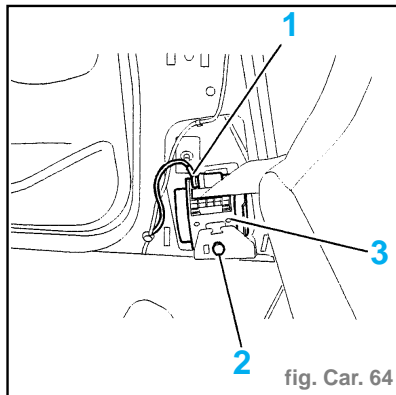

fig. Car. 64
- Débrancher le connecteur orange (1) (fig. Car. 64).
- Déposer la fixation enrouleur (2).
- Dégager et déposer l'enrouleur pyrotechnique (3).